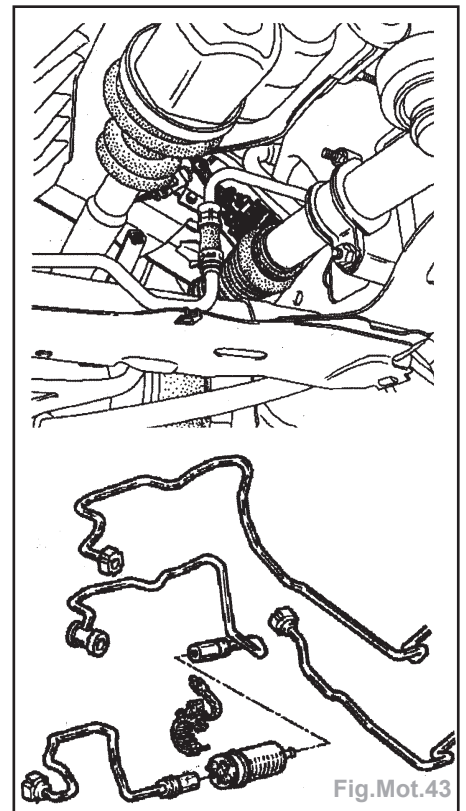

Fig.Mot.43
**Position :** La pompe de gavage est une pompe électrique placée dans le compartiment moteur en partie basse vers le longeron (Fig.Mot.43).